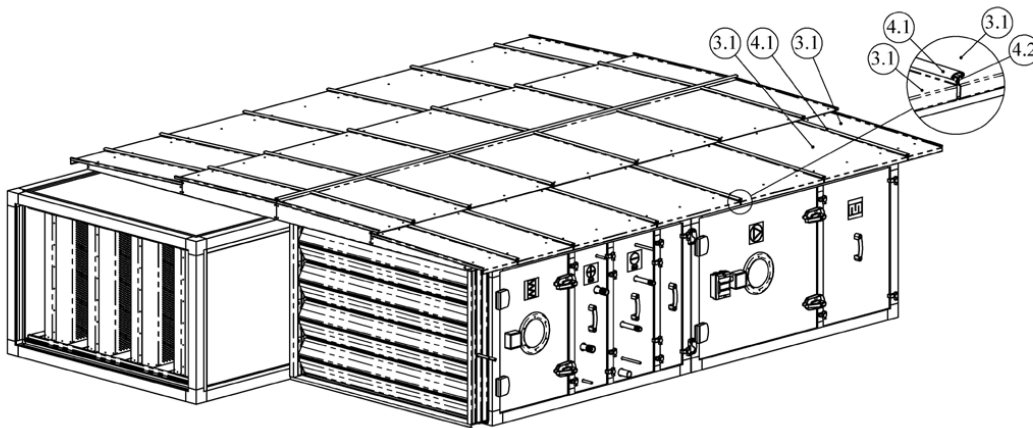

Abbildung 7.5
6. Montieren Sie die Dachsegmente von den Seiten des Gerätes aus. Montieren Sie die Profile passend zur Breite des Rahmens. Dichtungsband zwischen zwei Segmenten anbringen. Das Dichtungsband wird nur auf die Seitenfläche eines Segments aufgebracht. Die Segmente werden mit dem C-Profil verbunden und mit Schrauben (5.0) am Rahmen befestigt. (Abbildung 7.5)